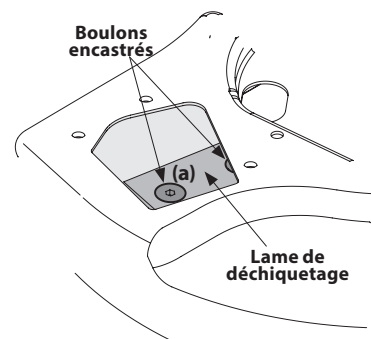

Figure 25
- Retirez les quatre vis (a) qui fixent la lame de déchetage à la turbine avec une clé Allen de 3/16 pouce. Ces vis sont accessibles à partir de l'ouverture qui est dégagée après avoir enlevé la trémie d'alimentation. Voir Figure 25.